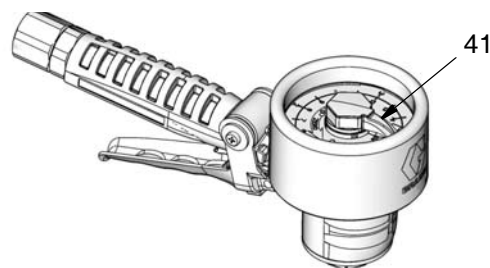

FIG. 9
1. Girare il blocco automatico dell'ugello (101) in senso antiorario per aprire l'ugello. Inserire l'ugello nel ricettacolo dei fluidi e premere il grilletto (12).
2. Osservare il movimento del puntatore (41) sulla manopola del misuratore (37). Rilasciare il grilletto (12) quando la quantità di fluido desiderata è stata erogata.
3. Girare il puntatore del misuratore (41) in senso antiorario per riportarlo su "0" prima di una nuova erogazione. Vedere FIG. 9.